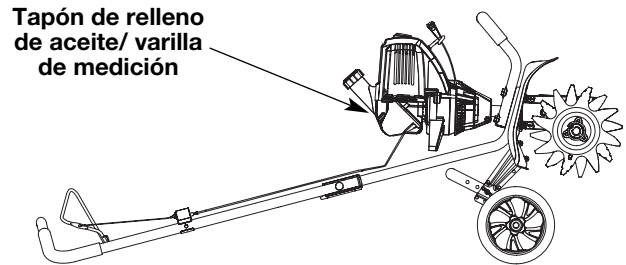

Fig. 6
2. Coloque la unidad sobre una superficie plana (Fig. 6).